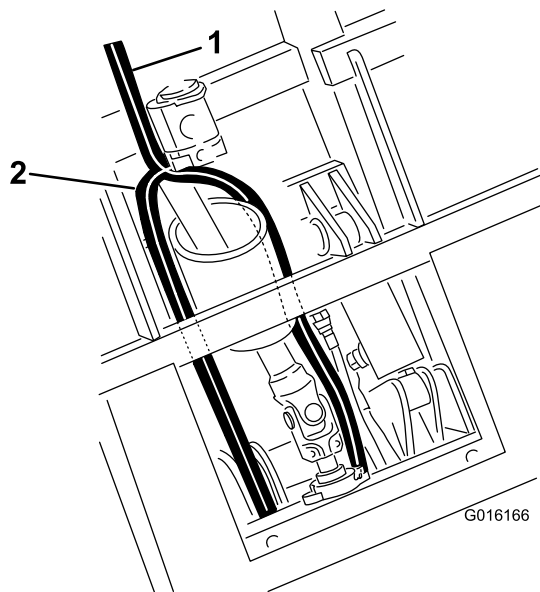

Figura 107
- Disponete il flessibile del serbatoio sotto al cilindro di sollevamento e tra le staffe di montaggio del cilindro verso la valvola (Figura 107).
- Disponete il flessibile della pressione lungo l'albero della PDF verso la valvola (Figura 107).